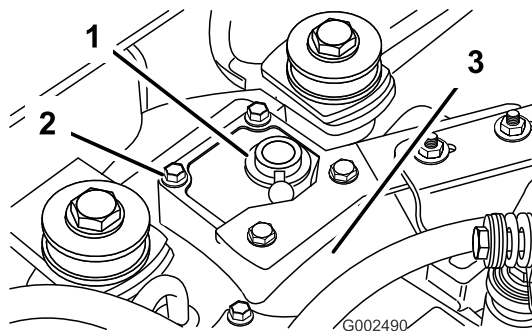

図 5
1. トランスアクスルハウジング上部のカバーを固定しているボルト 4 本を外す(図 5)。